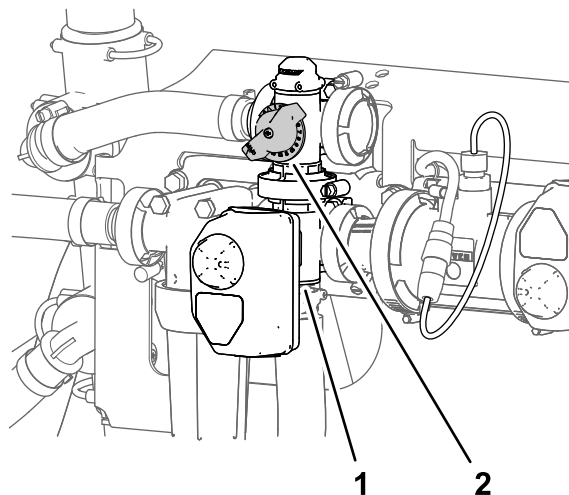

Рисунок 31
11. Отрегулируйте перепускной клапан перемешивания (Рисунок 31) на задней стороне клапана перемешивания так, чтобы давление в системе опрыскивания, показываемое манометром, составляло 689 кПа (6,89 бар).